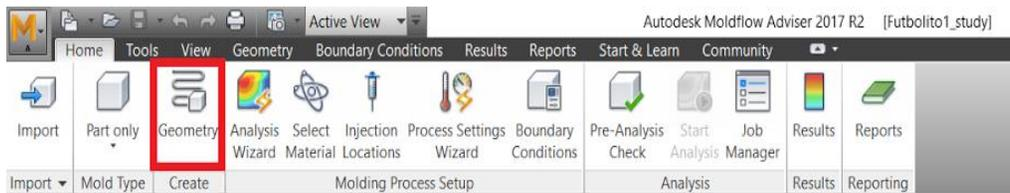

Figura 6.13 Pestaña Home, función Geometry.
- En la barra superior, seleccionar **Geometry** (Figura 6.13).